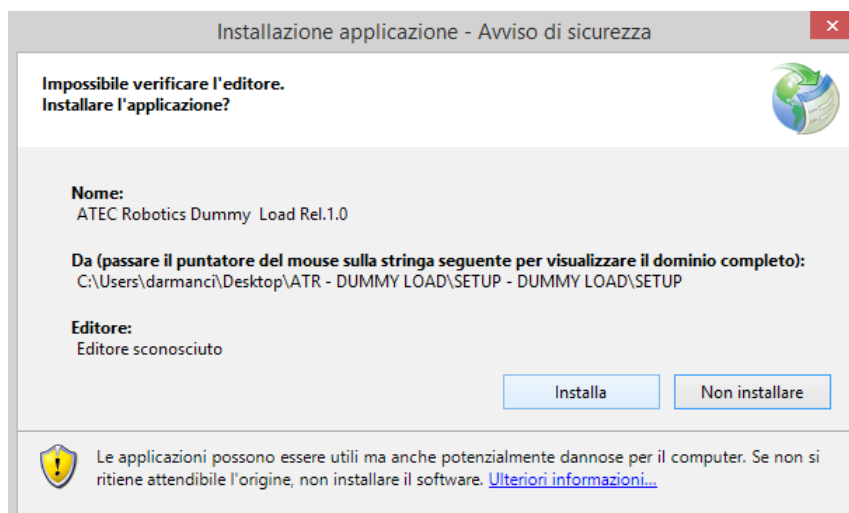

Fig.1 – Finestra di installazione del sw *Dummy Load*
- comparirà la finestra di dialogo riportata successivamente (*Fig.1*)